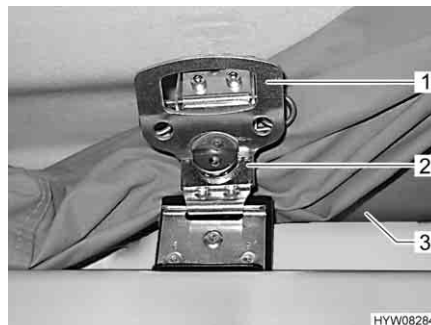

Fig. 44 Serratura rapida, bloccata
- Ruotare la maniglia (Fig. 44,1) sulla serratura rapida (Fig. 44,2) in senso orario di mezzo giro.
- Avvolgere la tenda (Fig. 44,3) e spingerla dietro il bordo.